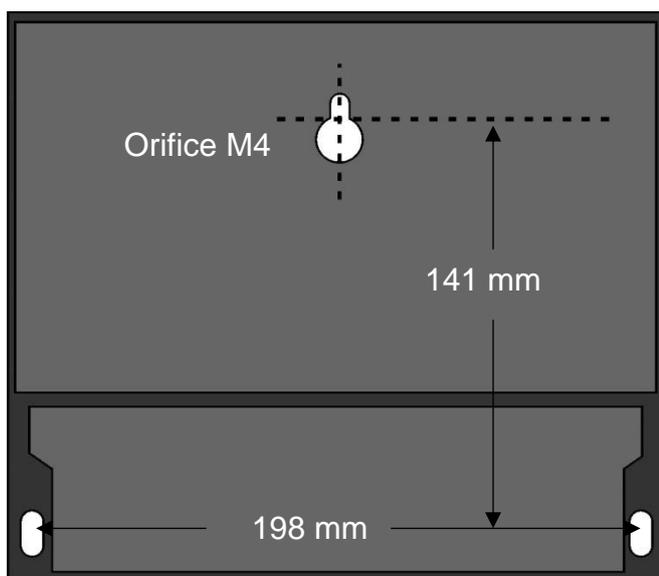

Figure 7 Dimensions de montage de l'UF3300
4. Aligner le boîtier (voir Figure 7), puis marquer les emplacements des deux fixations à vis restantes à travers les créneaux, près des coins inférieurs du boîtier. Retirer ensuite le boîtier, puis percer (et brancher) les emplacements de fixation.